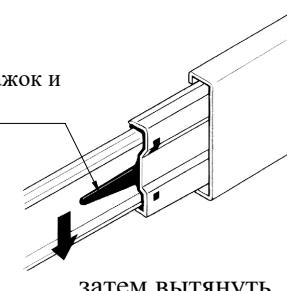
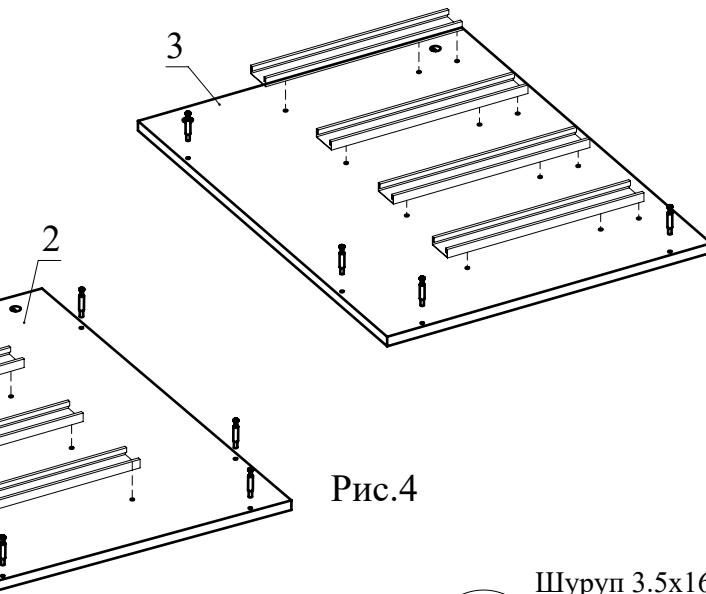

Рис.3
Рис.4
- Отсоедините от основания телескопических направляющих внутренние планки, отогнув пластиковый рычажок фиксатора (Рис. 3). Основания телескопических направляющих закрепите на деталях 2, 3 винтами M5x8 (Рис. 4). !!! Приложите телескопическую часть отверстиями к отверстиям на боковине стола так, чтобы они были отцентрованы относительно друг друга. Вкрутите винты M5x8 с помощью **шуруповерта**, приложив немного усилий. **Внимание:** винт M5x8 должен заходить с натягом для максимально плотной фиксации телескопических направляющих.